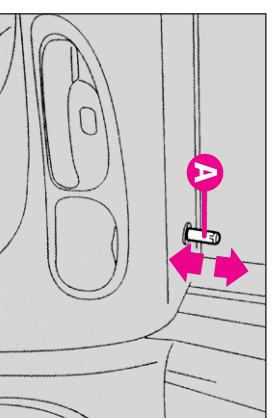
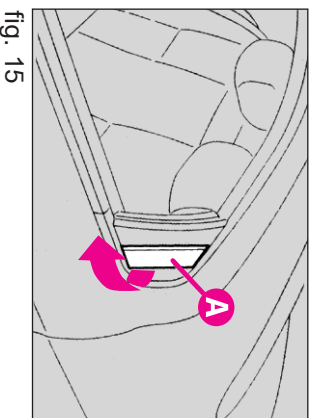

fig. 14
fig. 15
-Pentru a deschide ușa, doar cu butonul interior ridicat (A-fig. 14) trageți de maneta de deschidere (A-fig. 15).
-Pentru a închide ușa, apăsați butonul (A-fig. 14) și apoi închideți-o.